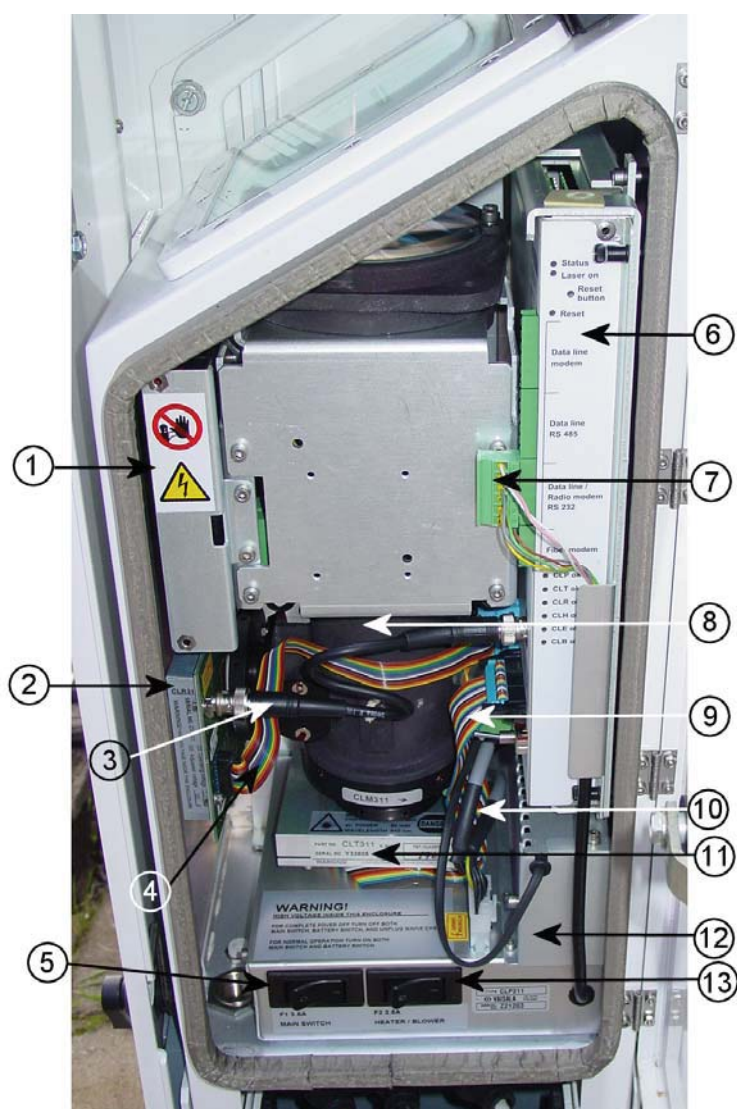

Рисунок 17 Облакомер CL31
4. чтобы извлечь приемник, ослабьте крепежное кольцо приемника, повернув его книзу. При необходимости в качестве рычага можно использовать ключ Алена на 2,5 мм. Выньте приемник из блока (см. позиции 3 и 4 на рис. 17).
Цифровые обозначения рис. 17: